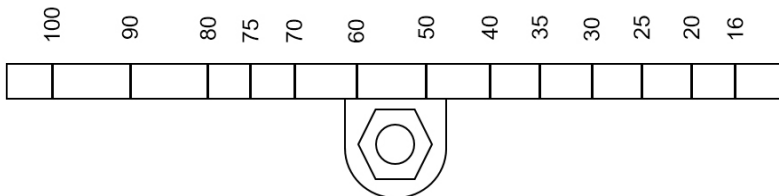

Fig. 31 AEL7 Slagarm (8 kN+)
- Draai de borgmoer van de slagschuif (10 mm A/F) los en verplaats de schuif voorzichtig naar de gewenste slag zoals aangegeven op de arm (fig. 31)